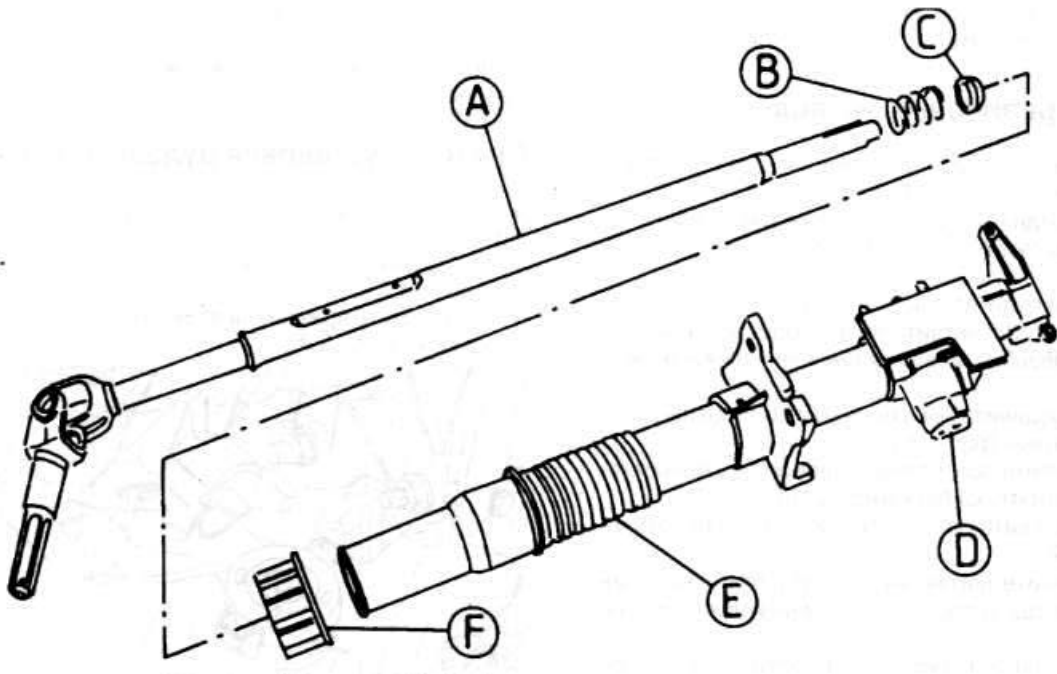

Рис. 5.9
- ◆ Выньте верхний и нижний подшипник из рулевой колонки (рис. 5.9).
- ◆ Наденьте на рулевой вал пружину (В, рис. 5.9) и уравнивающее кольцо под подшипник (С). Затем пружину и кольцо подложите под нижнюю втулку рулевой колонки (F, рис. 5.9).
- ◆ Вложите в колонку снизу новую нижнюю втулку (F, рис. 5.9).